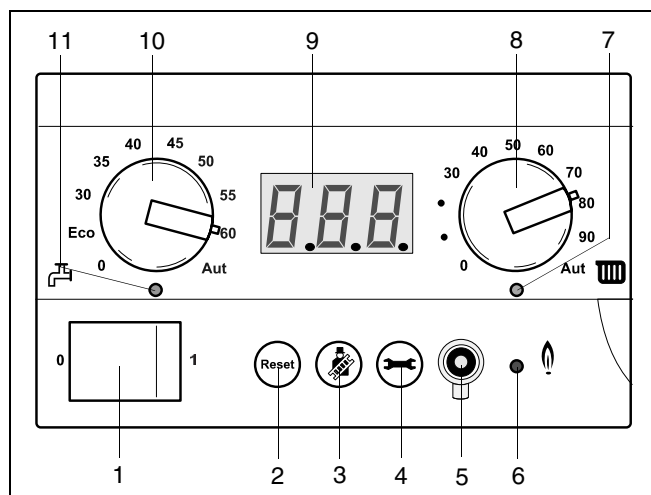

fig. 26 BC10
- Begrens de maximale ketelwatertemperatuur met de draaiknop "maximale cv-aanvoertemperatuur" (→ fig. 26, [8]) tot de toegestane aanvoertemperatuur van het vloerverwarmingscircuit (bijv. 30 – 40 °C).
Met de service-toets (→ fig. 26, [4]) kan de aanvoertemperatuur, installatiedruk etc. op het display worden opgeroepen. Zie ook tabel 8 "Menu Servicebedrijf", pag. 29 paragraaf 13.1 "Displaywaardes", pagina 51, paragraaf 13.2 "Displayinstellingen", pagina 52 en paragraaf 13.3 "Displaycodes", pagina 52.
- Verwijder het afdekdopje op de BC10 (→ fig. 26, [5]).
De LED "Brander aan" (→ fig. 26, [6]) gaat branden zodra de brander van het cv-toestel in bedrijf is.
De LED "Warmtevraag cv" (→ fig. 26, [7]) gaat branden zodra er een warmtevraag van de regeling ontstaat.
Met de draaiknop voor maximale cv-watertemperatuur (→ fig. 26, [8]) kan de cv-watertemperatuur worden ingesteld. De eenheid is °C. Zie voor nadere uitleg hoofdstuk 9, "Instellen van de aanvoertemperatuur" op pag. 34.
Op het display (→ fig. 26, [9]) kunnen displaywaardes, displayinstellingen en displaycodes worden afgelezen.
Met de draaiknop voor de ingestelde warmtapwatertemperatuur (→ fig. 26, [10]) kan de temperatuur van het warme tapwater naar wens worden ingesteld. De eenheid is °C. Zie voor nadere uitleg hoofdstuk 9, "Instellen van de tapwatertemperatuur" op pag. 35.
De LED „Warmtevraag warm tapwater“ (→ fig. 26, [11]) gaat branden zodra er een warmtevraag van de boiler ontstaat.
De menustructuur van het cv-toestel kan op de BC10 met behulp van de toetsen "Resettoets", "Schoorsteenvegertoets" en "Servicetoets" (→ fig. 26, [2], [3] en [4]) en het display (→ fig. 26, [9]) worden doorgebladerd volgens menu in tabel 6 t/m tabel 10.